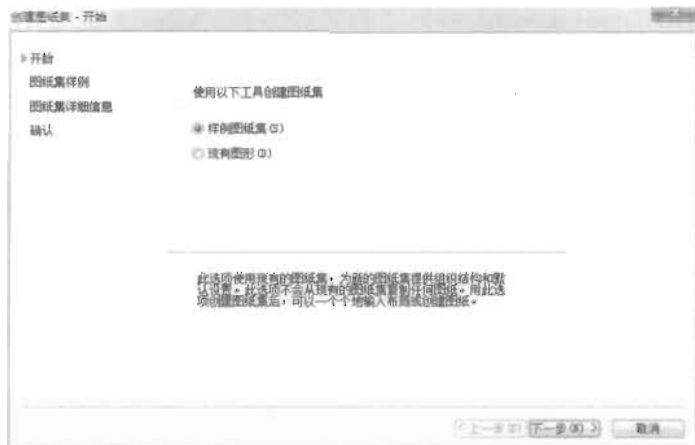

图 17-8
(1) 执行“文件>新建图纸集”命令，系统弹出“新建图纸集-开始”对话框，如图 17-8 所示。在这里，我们采用“样例图纸集”作为创建图纸集的工具，然后单击“下一步”按钮。